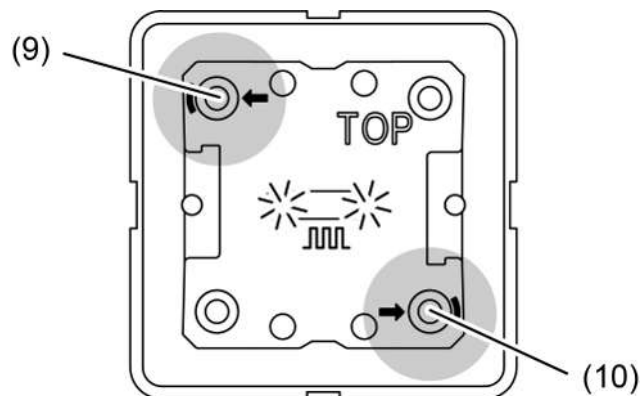

Bild 6: Tasten zur Aktivierung des Programmiermodus
- Programmiermodus aktivieren: Taste oben links (9) drücken und halten. Anschließend Taste unten rechts (10) drücken (siehe Bild 6). Die Status-LED blinken schnell (ca. 8 Hz). Programmiermodus ist aktiviert.
- Taste oben links und Taste unten rechts (siehe Bild 6) drücken und halten.
- Taste oben links und Taste unten rechts (siehe Bild 6) drücken und für > 5 Sekunden halten.